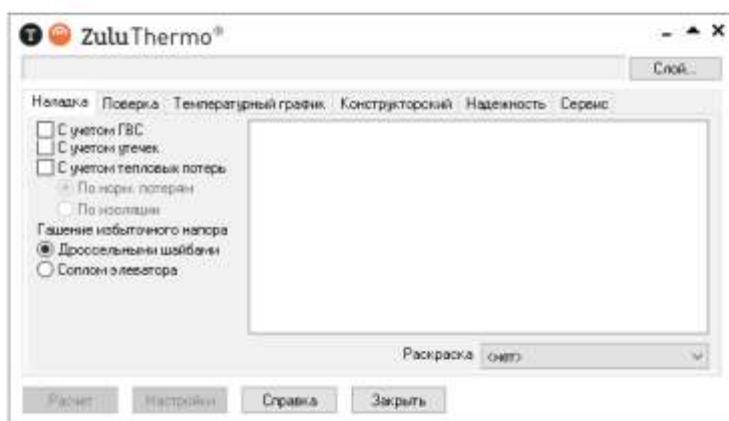

Рисунок 10.2. Вкладка «Наладка» диалога теплогидравлических расчетов
1. Выполните команду главного меню **Задачи**(ZuluThermo) или нажмите кнопку  панели инструментов. Откроется диалог теплогидравлических расчетов (смотрите Рисунок 10.2. «Вкладка «Наладка» диалога теплогидравлических расчетов»).